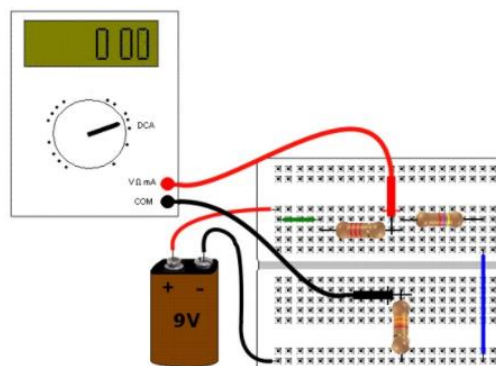

Figura 6 – Medindo a corrente em R2
- 5) Meça a corrente em R2, I_2 , para isso substitua o jumper **vermelho** pelo amperímetro conforme Figura 6.
Meça a corrente em R3, para isso use o *layout* sugerido da Figura 6.